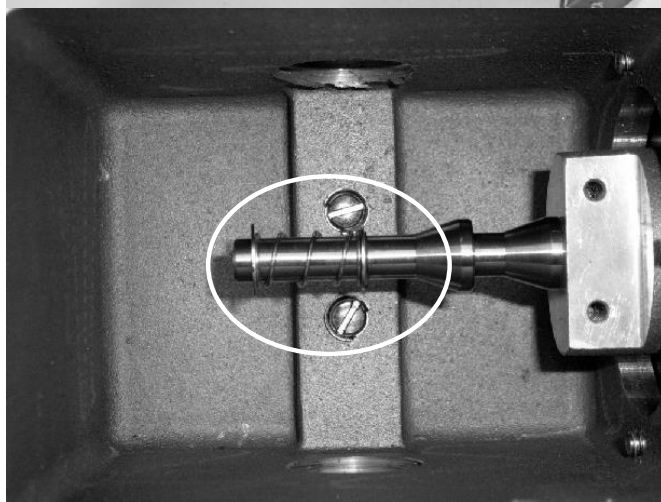

Рис. 10. Узел переключателя в сборе, стопор пружины, пружины с шайбами и крепежные винты с шайбами.
6. Снимите флажковые разъемы и обожмите на провода (см. рис. 10).